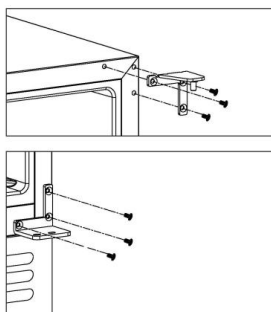
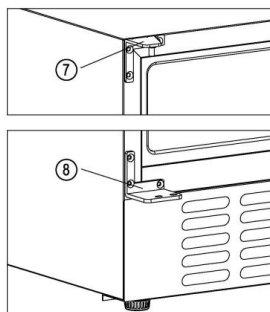

Rysunek 1
Rysunek 2
- Odkręć dwie śruby ① z prawego dolnego zawiasu ② [Rysunek 1].
- Powoli pociągnij drzwi ⑤ na zewnątrz [postępuj zgodnie z kierunkiem strzałki na rysunku 2], aby wyjąć.
- dolny zawias 2 i dalej powoli ciągnąc drzwi ⑤ w dół, aż do nie wyskakiwać z górnego prawego zawiasu ④ i zdjąć dolną część zawiasu ③ od otworu osi drzwi [Rysunek 2].#